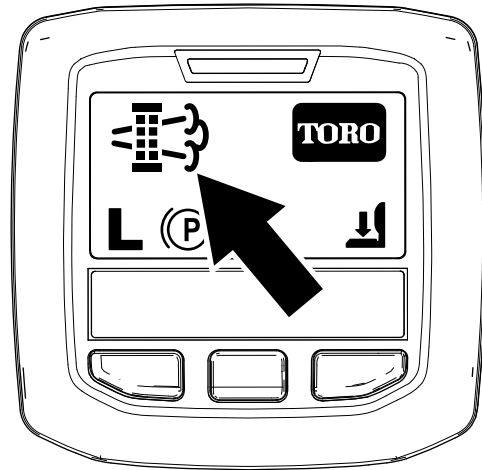

Рисунок 48
- Когда компьютер двигателя запрашивает стационарную или восстановительную регенерацию, на дисплее инфо-центра появляется значок запроса на регенерацию (Рисунок 48).